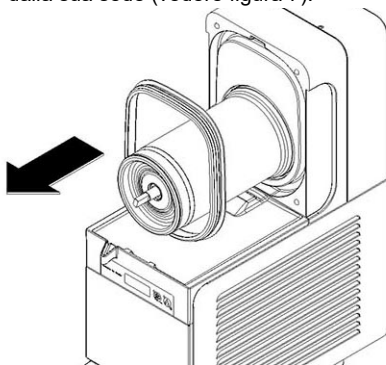

**figura 5**
**3** Sfilare dall'evaporatore la spirale esterna (vedere figura 5) e successivamente il giunto esagonale (vedere figura 6).